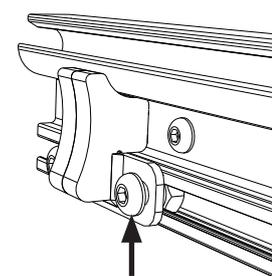

Abbildung 53. Armanschlag fixieren
6. Die Armanschlüge nach der Position der Hubarme anordnen und zum Fixieren die Schrauben anziehen, siehe Abbildung 53.